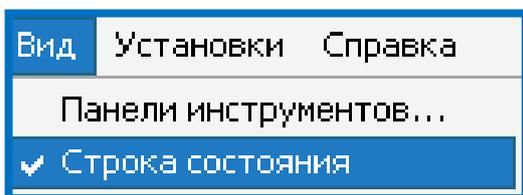

Рисунок 2 - Настройка команд меню Вид
2. В меню Вид настраиваем три панели инструментов: Стандартная, Вид, Операции. Включаем строку состояния (Рис.2,3).